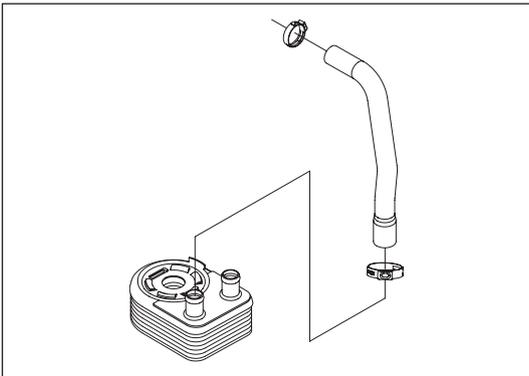

Рис. 10-3-3. Подводящий шланг ОЖ масляного радиатора
- б) Ослабить два червячных хомута и снять подводящий шланг охлаждающей жидкости масляного радиатора, как изображено на рис.10-3-3.
- (2) Закрепить оба конца подводящего шланга на масляном радиаторе и прогреть компоненты отводящей трубки охлаждающей жидкости. Зажать оба конца подводящего шланга масляного радиатора, как изображено на рис. 10-3-3.